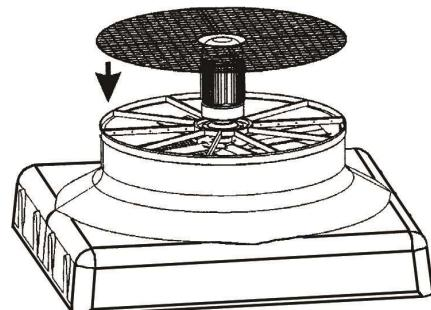

Fig. 20
- a) Check that the grating to protect the fan is assembled, otherwise assemble (Fig 20).
- a) Controllare se la griglia a protezione del ventilatore è montata, in caso contrario assemblarla (fig. 20).
- a) Comprobar si se encuentra montada la rejilla de protección del ventilador, en caso de no ser así, montarla (fig. 20).